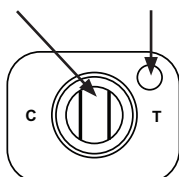

Fig. 1a. Positivo
1. Obtenga un *dispositivo de membrana* por muestra y un dispositivo para el control positivo o negativo externo según sea necesario. Las bolsas de papel de aluminio que contienen los dispositivos deben alcanzar la temperatura ambiente antes de abrirlas. Identifique los dispositivos de forma apropiada y oriéntelos en una superficie plana de forma que la letra "C" del dispositivo se encuentre a la izquierda, la letra "T" se encuentre a la derecha y el *Pocillo de muestra* pequeño se encuentre en la esquina superior derecha del dispositivo (Fig. 1a).